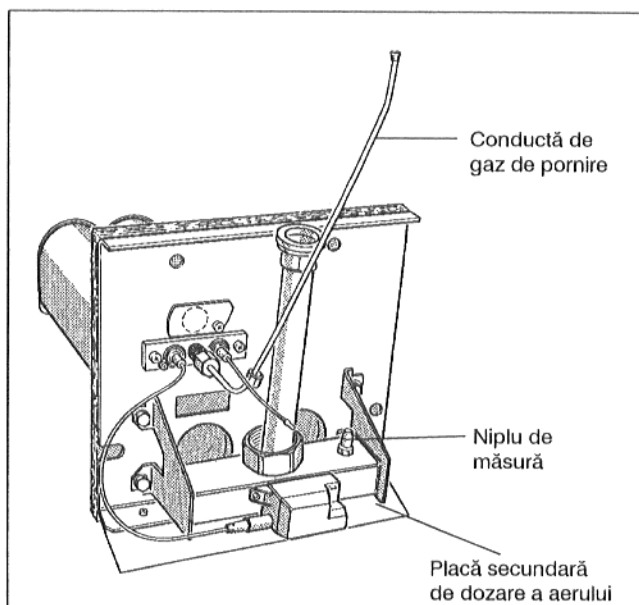

Fig. 49: Arzător de gaz
Se deșurubează placa secundară de dozare a aerului și se schimbă cu una nouă (Fig. 49) Pentru a putea diferenția: Placa pentru gaz lichefiat nu are muchiile teșite!
- Se desprinde conducta de intrare a gazului (Fig. 49) de la arzătorul de pornire și se schimbă duzele de intrarea a gazului cu cele pentru noul tip de gaz. Indicele duzelor:
- Se deșurubează șurubul de închidere al niplului de măsură de 2 ori (Fig. 49) de pe țeava de distribuție a gazului și se pune furtunul de măsură al manometrului pentru țeavă în formă de U.